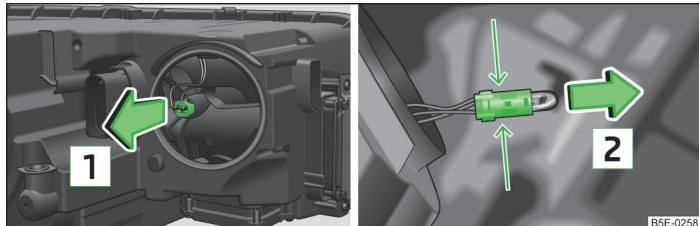

Fig. 225 Faros con luz de xenón y luz de marcha diurna LED: bombilla para la luz de posición adicional
- › Extraiga portalámparas con la bombilla con movimientos de vaivén en el sentido de la flecha **1** » fig. 225.